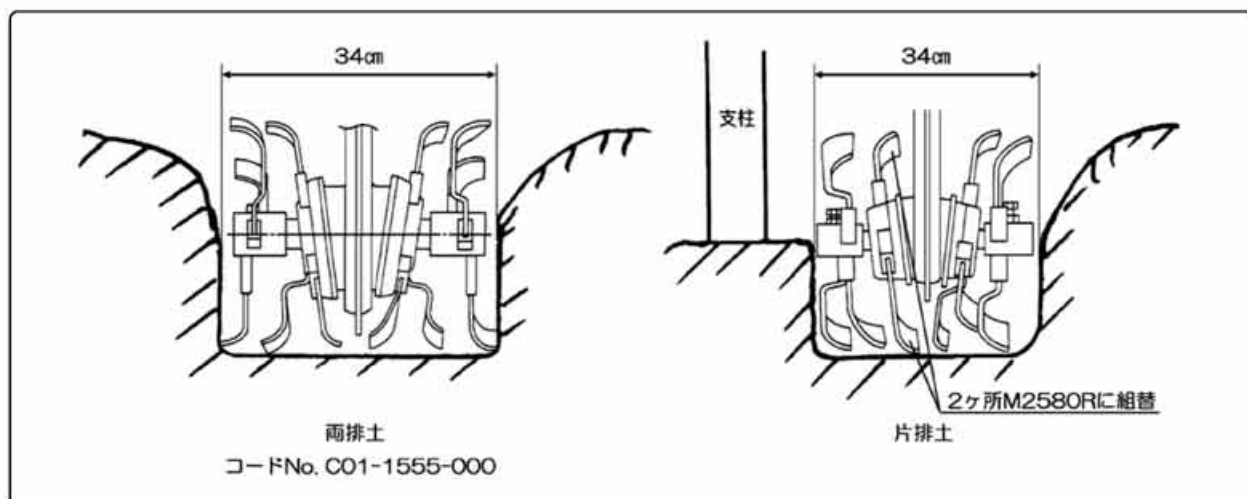

図47
- 片排土作業時 片側の刃受のみ交換し、クロス部の2ヶ所の刃を図のように取替えます。(図47)